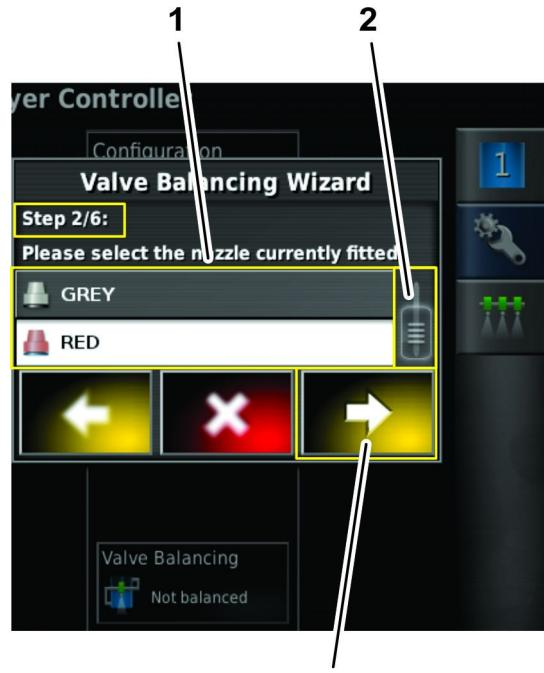

Figura 48
2. En el paso 2 del asistente de equilibrado de válvulas, arrastre la barra de desplazamiento cuanto sea necesario para mostrar la boquilla de fumigación que esté configurando y, a continuación, pulse el icono de boquilla en la lista desplegable (Figura 48).
3. Pulse el icono de siguiente (Figura 48).